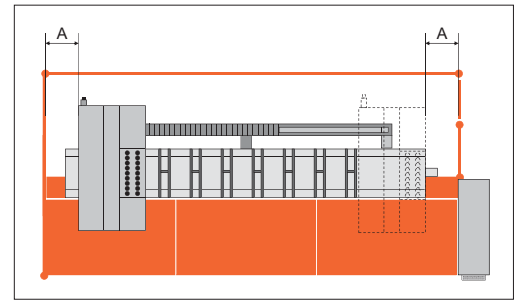

Fig. 4: riparo fisso su tre lati. La zona di pericolo è accessibile solo dal lato anteriore per l'alimentazione e lo scarico.
7. La macchina è stata installata in modo da lasciare una distanza minima di 500 mm tra le parti mobili della macchina e gli sbarramenti fissi (o parti dell'edificio)? (Fig. 4) sì no
- sbarramento fisso alto minimo 1800 mm posto lateralmente o posteriormente o parti fisse dell'edificio (fig. 4)